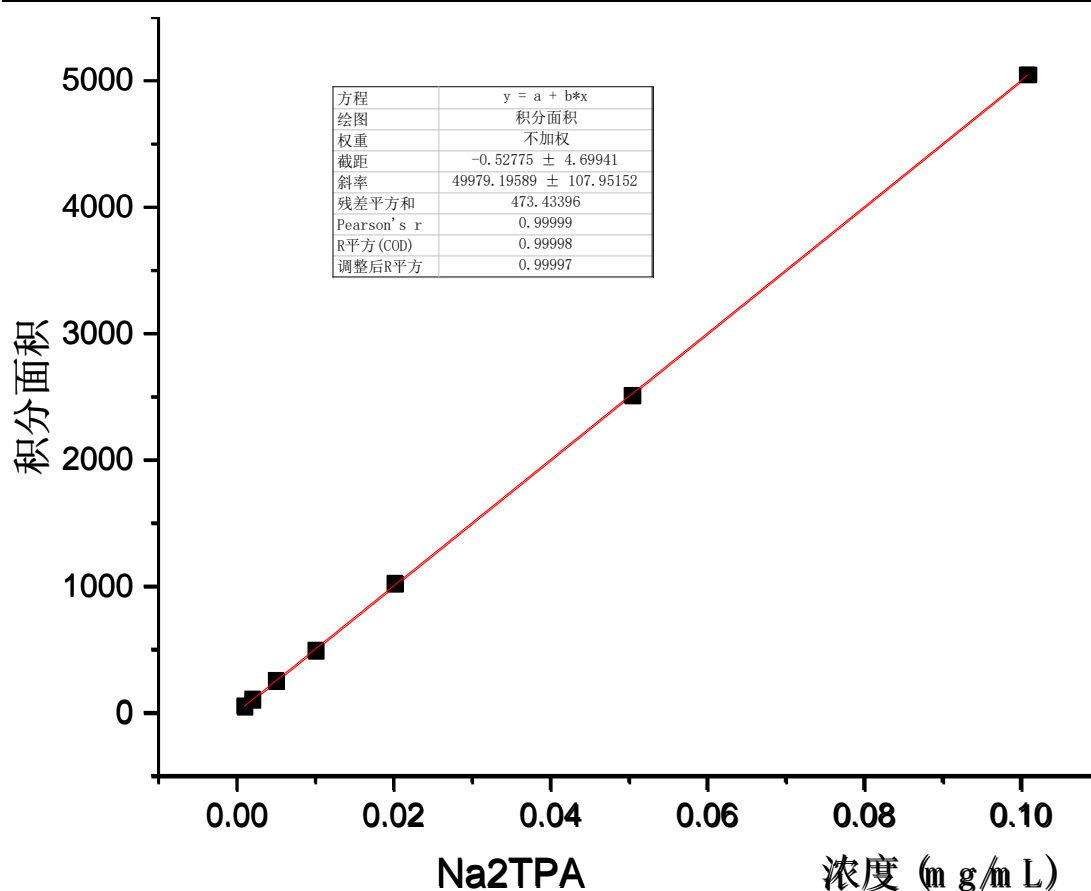

图 7 对苯二甲酸浓度与积分面积关系曲线
11. 在 excel 里, 以标液浓度为横坐标, 积分面积为纵坐标作图, 得到一条线性的直线(如图 7 所示), $R^2=0.99999$ 。